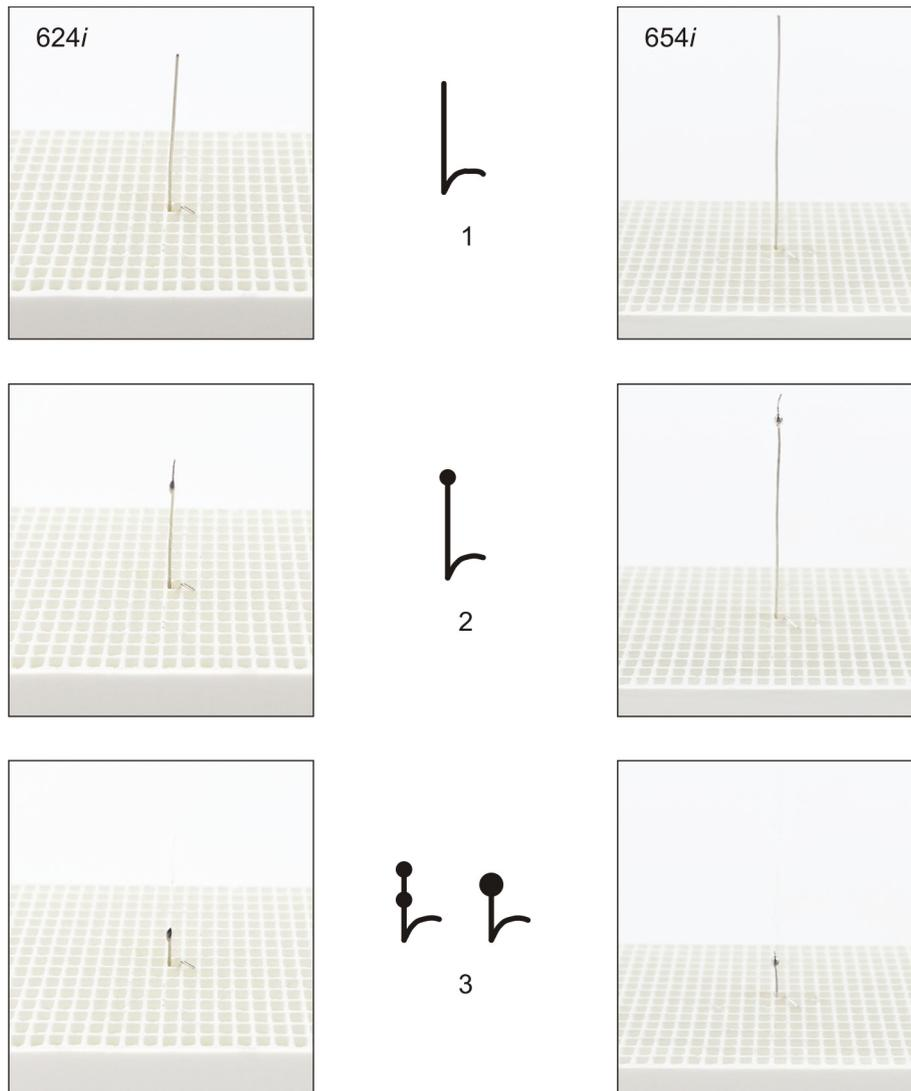

Fig. 7-2
- Beurteilen Sie nach dem Ende des Programms die Silberprobe anhand Fig. 7-2.